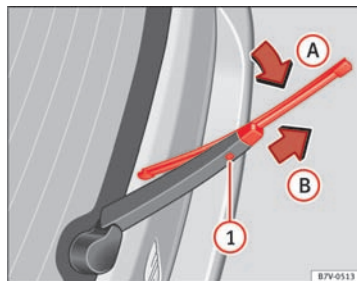

Fig. 112 Udskiftning af viskerblad til bagrude
- Løft viskerarmen, og klap den væk med en vinkel på ca. 60° ⇒ Fig. 112.
- Hold udløserknappen ① inde.
- Vip viskerbladet i retning mod viskerarmen ⇒ Fig. 112 (pil A), og træk det samtidig af i pilens retning B. Det kan i den forbindelse være nødvendigt at bruge flere kræfter.